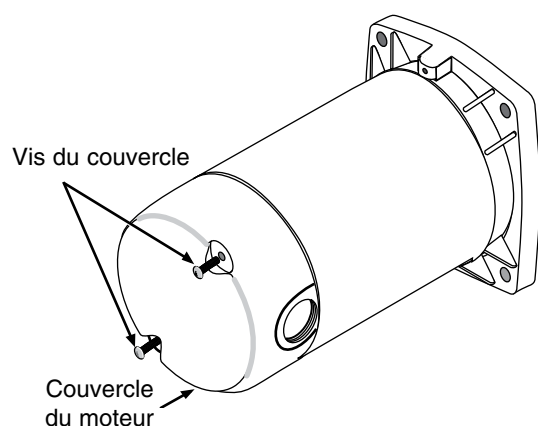

Figure 6 : Dépose du couvercle du moteur
1 ° Brancher tout d'abord le fil de mise à la terre, comme il est illustré à la Figure 6. Le fil de mise à la terre doit être un fil de cuivre massif d'un diamètre au moins aussi gros que le diamètre des fils de tension.
- 4 ° Brancher les fils de tension sur le manostat, comme il est illustré à la Figure 6.